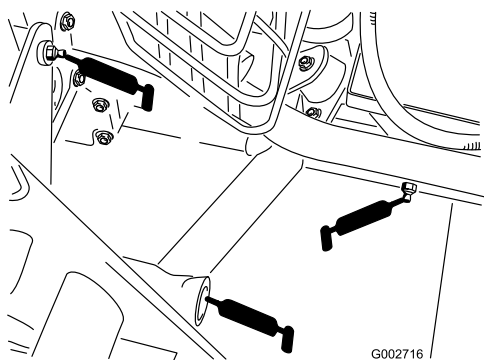

Рисунок 24
- Заднее тягово-сцепное устройство (5 шт.) (Рисунок 24)